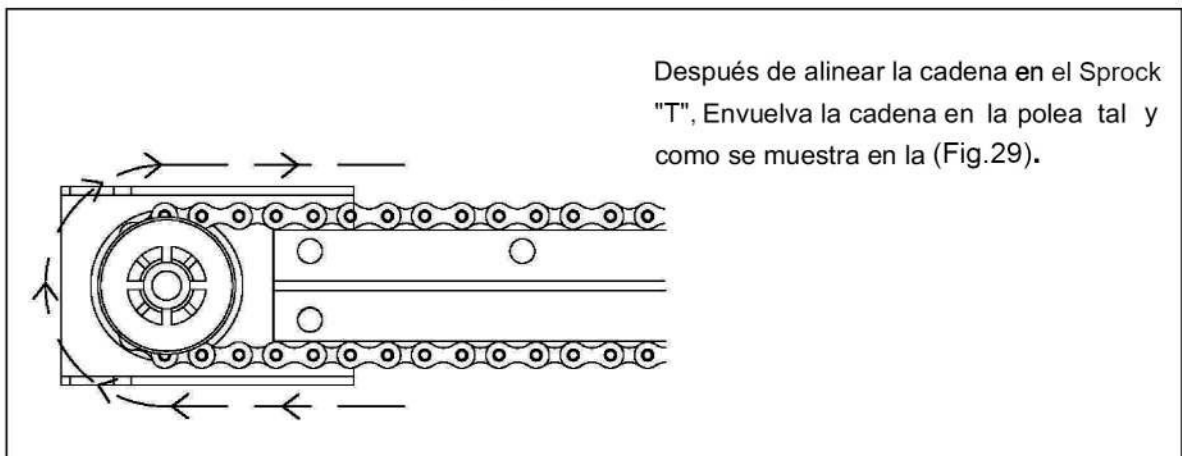

Fig.29
5.14.-Alineando la Cadena en la Polea (Fig.29).